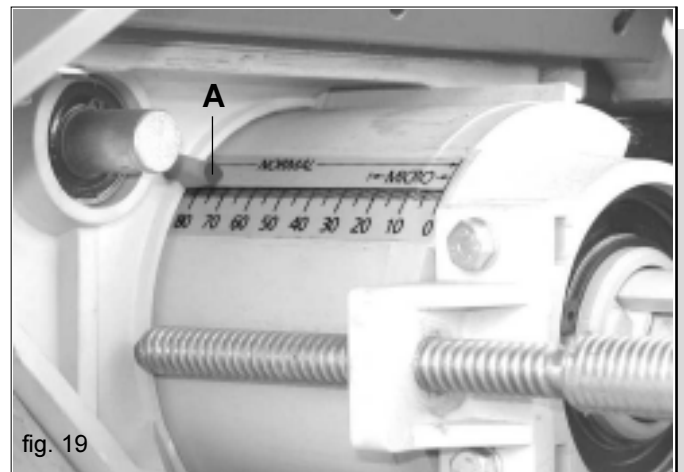

fig. 19
Eseguendo una prova di dosaggio come descritto nel capitolo 3.3.2 si noterà che, rispetto ad una prova con rapporto 1:1, la quantità di prodotto distribuita risulterà dimezzata (vedi Tabella 4). La posizione «M» della ruota dentata (C) è necessaria per la distribuzione di sementi e quantità rispettivamente piccole. L'asta a vite (D) permette di regolare l'apertura della saracinesca (F Fig. 13) in base al valore ricavato dalla tabella e dalla prova di distribuzione (capitolo 3.3.2). L'elemento di riferimento per impostare l'apertura della saracinesca è il punto A (Fig. 19).
La quantità di semente che deve essere distribuita per ettaro, viene regolata dall'apparecchio di dosaggio (Fig. 13) regolando la saracinesca (F) per mezzo dell'asta a vite (D). Le posizioni della scala di dosaggio (rispetto al riferimento A Fig. 19) corrispondono ai valori della tabella di regolazione nella colonna di sinistra (Tabella 4 e 5, pagina 14).